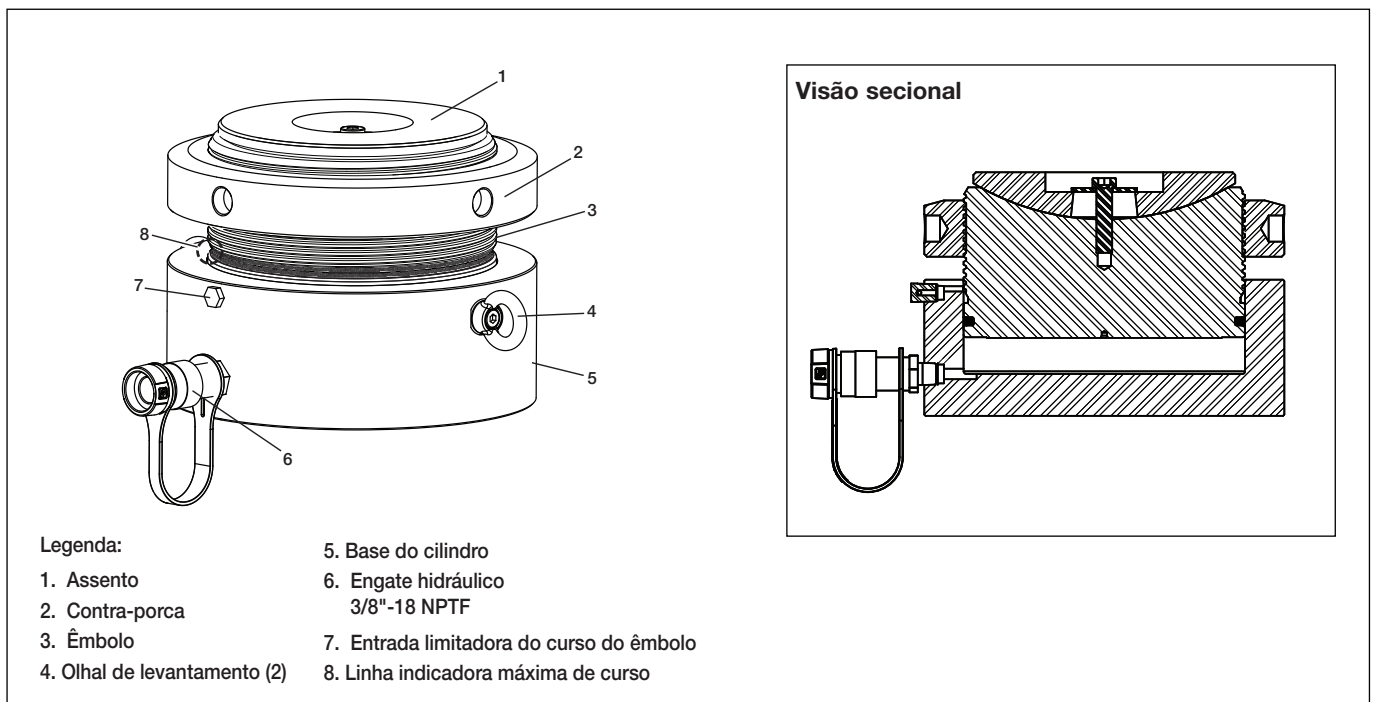

Figura 2, Principais Características e Componentes
Todos os cilindros da Série LPL estão equipados com um engate hidráulico fêmea de 3/8 "-18 NPTF. Consulte a Figura 2, item 6 para a localização.